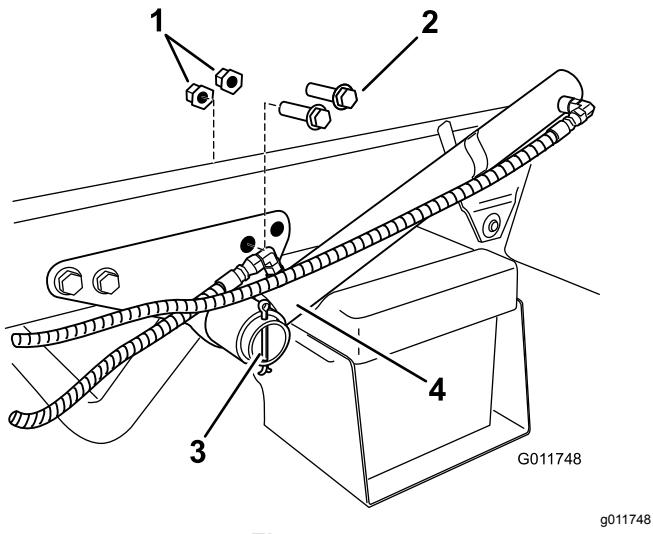

Figura 7
- Localice y retire los 2 pernos y tuercas con arandela prensada traseros del soporte del cilindro de elevación (Figura 7).